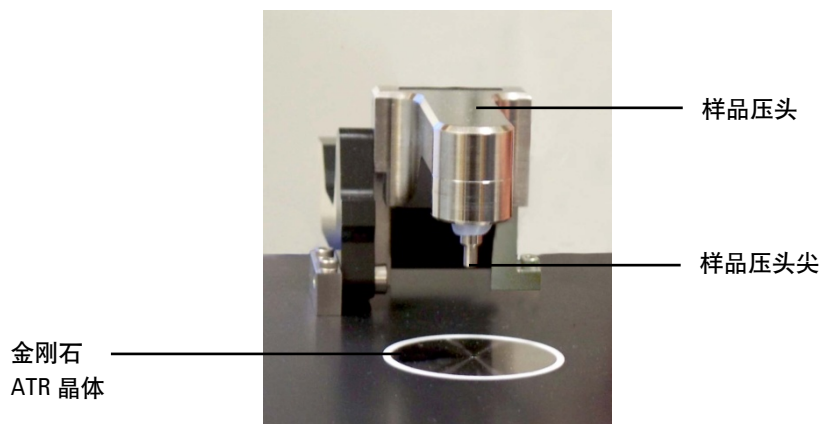

图 7. 样品压头在最高位置，以便进行样品滴入和清洁
在样品滴入和清洁模式中，样品压头应处于最高位置，使样品压头尖正好在金刚石窗采样表面的上方（请参见图 7）。正是这个位置使得样品放置区域更易于接触，便于将样品调用到位以及清洁采样表面，之后才会分析下一个样品。
- 2 首先清洁样品压头，然后清洁样品放置窗，如图 7 所示。